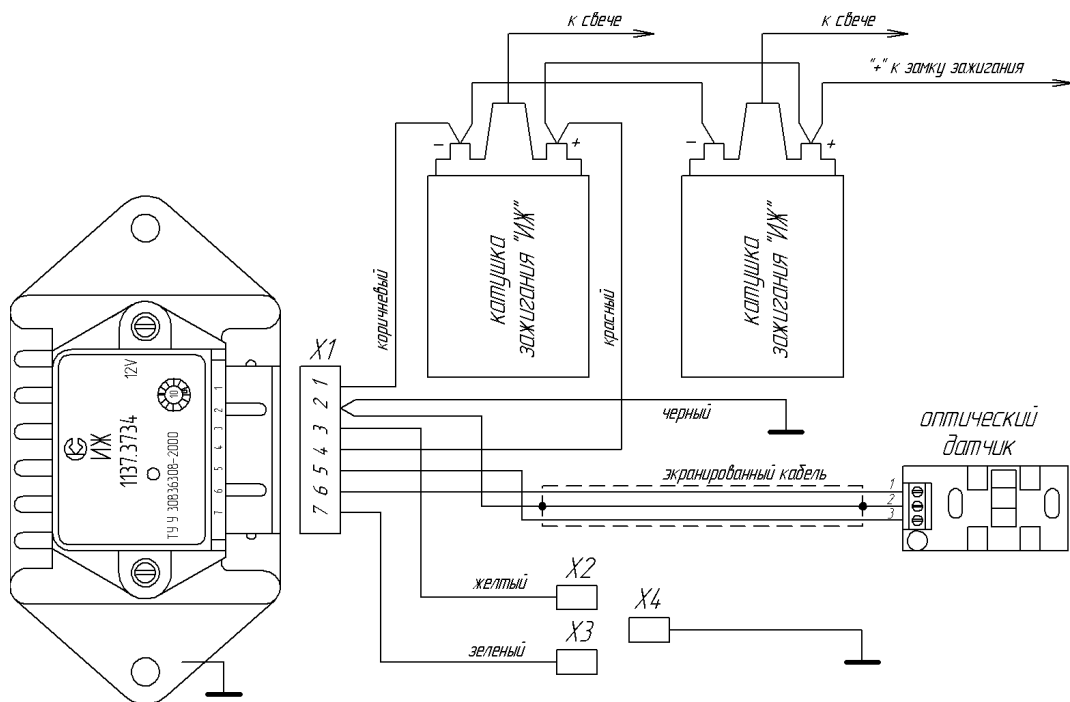

Рис. 5.3. Возможная схема установки МПБСЗ на двухцилиндровые мотоциклы.
5.4. Возможно подключение МПБСЗ на двухцилиндровых мотоциклах по схеме приведенной на рис. 5.3.